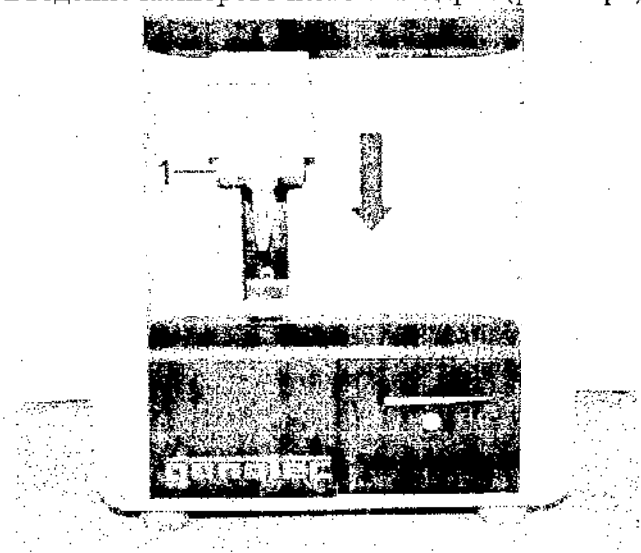

Рис. 48: Опускание подъемника
14. Опустить подъемник (рис. 48/1).
17. Вытереть термисторный зонд (рис. 48/1) мягким бумажным полотенцем.